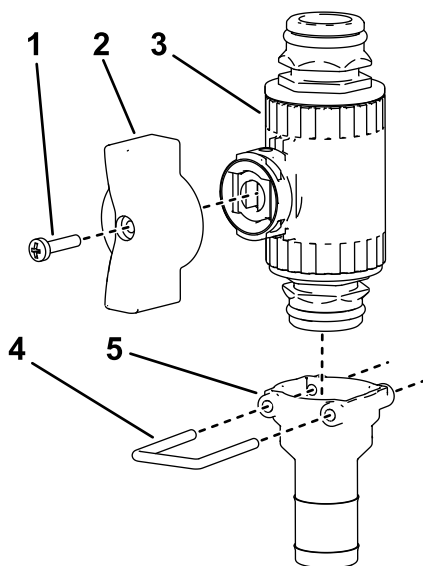

Figura 26
3. Monte la manija y el acoplamiento recto en la válvula de control (**Figura 26**).
4. Monte el acoplamiento recto en la válvula de control usando la horquilla de retención, como se muestra en la **Figura 26**.